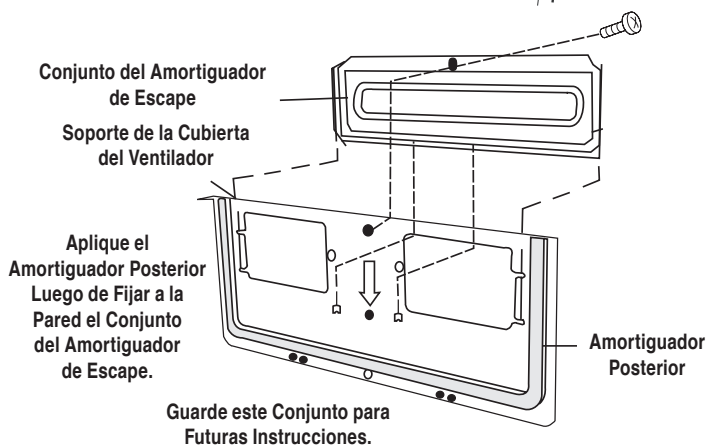

Figura 10B
6. Ensamble el conjunto del amortiguador de escape al Soporte de la Cubierta del Ventilador deslizándolo por las ranuras en la misma dirección de la flecha. Utilice 1 tornillo autorroscante de 4 x 8 mm de la TORNILLERÍA DE INSTALACIÓN y apriete hasta colocarlo en posición. Vea la Figura 10B de la página 5.